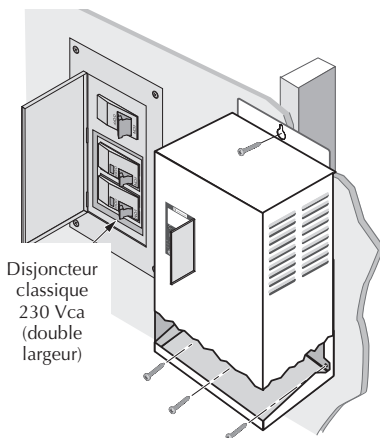

Figure 6 – Fixer le mécanisme d'entraînement au mur
Pour monter le mécanisme d'entraînement comme indiqué à la Figure 6, suivez cette procédure :
4. Une fois le couvercle retiré, monter de façon permanente le mécanisme d'entraînement à l'aide du trou supérieur fendu, plus les trois trous inférieurs (pour le montage sur une surface plane) ou le trou inférieur central (pour la fixation à un poteau ou à un montant). Voir Figure 6.
5. S'assurer que les trous de ventilation du mécanisme d'entraînement ne sont pas obstrués et qu'il y a suffisamment d'espace autour pour permettre la libre circulation de l'air (dégagement minimum de 3 po sur le dessus, le dessous et les côtés). Voir Figure 6. Une fois que le mécanisme d'entraînement est monté, le câblage électrique peut être raccordé.